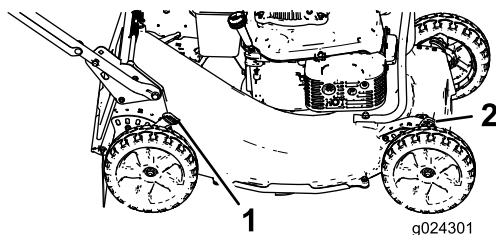

Figure 14
1. Tirez le levier de hauteur de coupe vers la roue (Figure 14) et amenez-le à la position voulue.